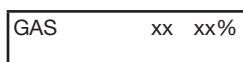

Figura 11. Modo Pinpoint Gas
- Ajuste de ganancia (Figura 11)